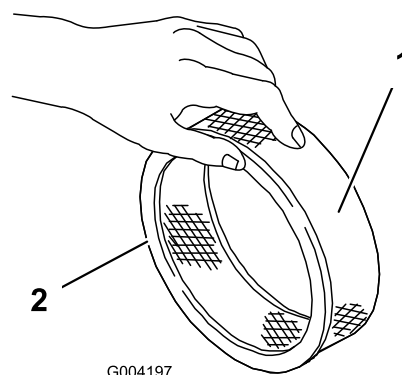

Figura 17
5. Inspeccione el elemento de papel por si estuviera roto, tuviera una película aceitosa o la junta de goma estuviera dañada (Figura 17).
1. Deslice cuidadosamente el prefiltro de gomaespuma sobre el elemento de papel (Figura 17).